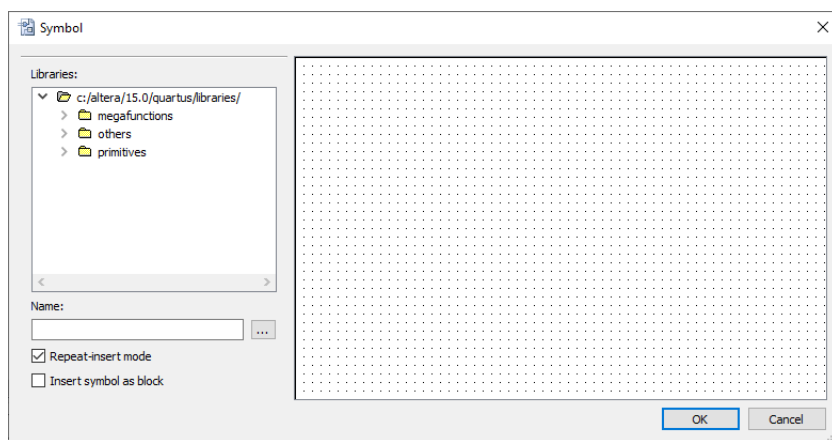

Figura 18: Caixa com as bibliotecas e símbolos para editor esquemático
2. Na janela de abrirá (Figura 18), em **Libraries** clique no ícone **+** para expandir e aparecer os subitens, então da mesma maneira expandir a pasta **primitives** e a **logic**.